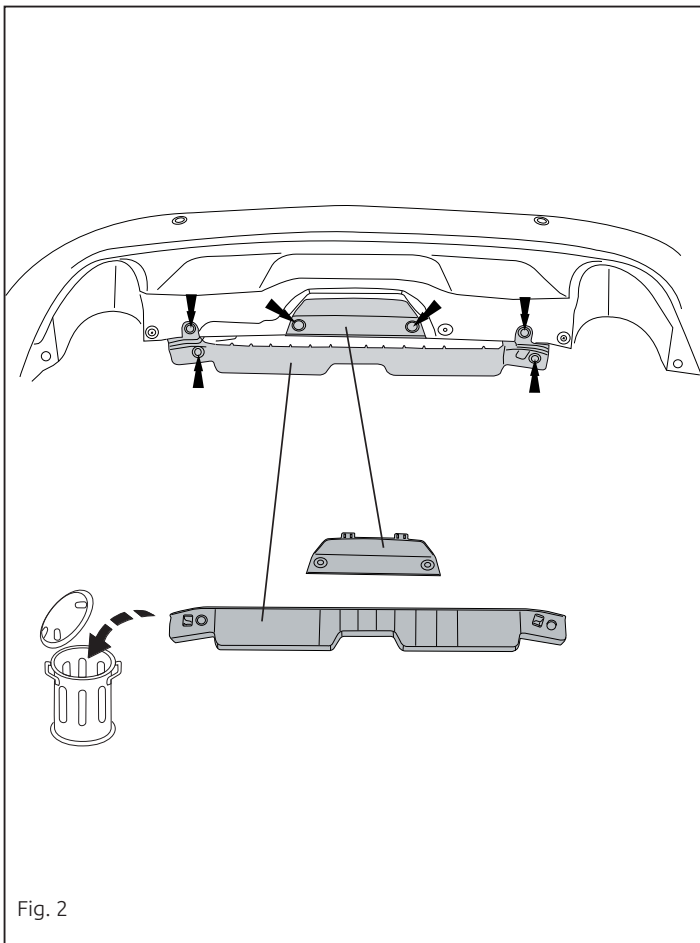

Fig. 2
8. Снять указанные детали. См. рисунок 2.